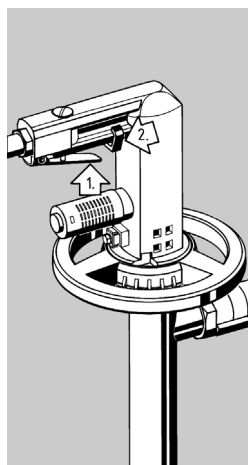

Fig. 6
On fait démarrer le moteur en soulevant l'étrier de régulation d'alimentation d'air (**Fig. 6, pos. 1**). On règle le nombre de tours du moteur en déplaçant l'étrier de régulation d'alimentation d'air entre les positions d'arrêt et de fin de course. On peut maintenir (position d'automatisme) l'étrier de régulation d'alimentation d'air sur la position maximale en poussant le levier à ressort par-dessus celui-ci (**Fig. 6, pos. 2**).